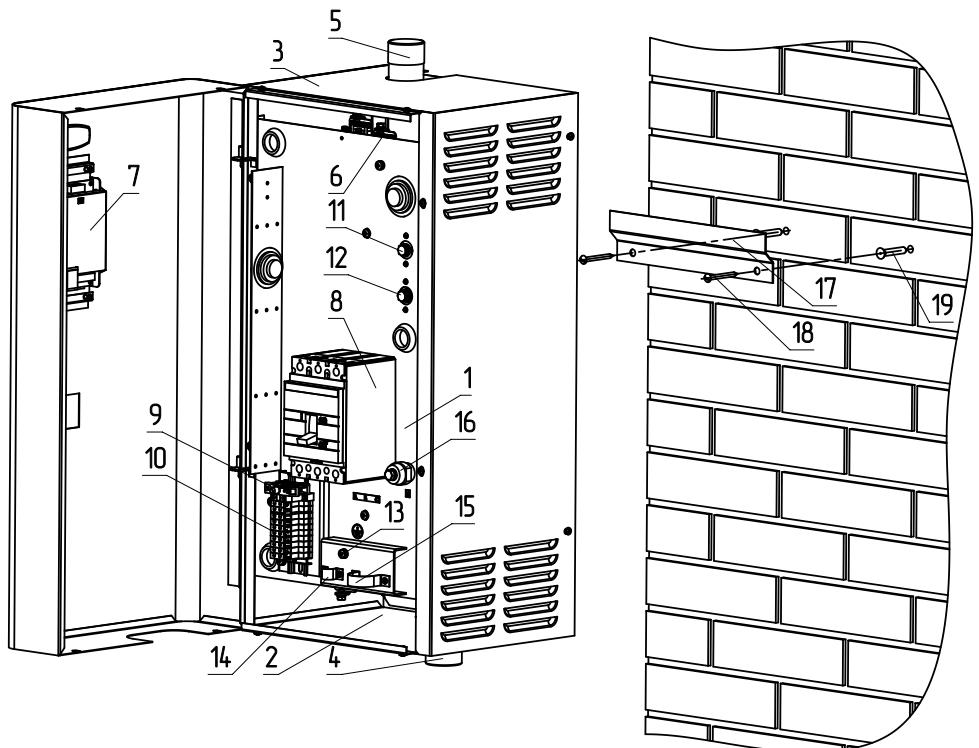

Рис.1 Конструкция электроводонагревателя и способ его крепления к стене
5.1. Электроводонагреватель (Рис.1) состоит из корпуса (1) сварной конструкции с фланцами, патрубком входа теплоносителя (4) и патрубком выхода теплоносителя (5), имеющих резьбу G1 1/2-В. В верхней части корпуса установлены три блока нагревательных элементов (6), датчик температуры воды, датчик перегрева и датчик уровня воды. В нижней части корпуса установлены три блока нагревательных элементов. Корпус установлен на основании (2). Защитный кожух (3) выполнен из стального листа и служит для защиты обслуживающего персонала от ожогов и поражения электрическим током. Кожух подвешен на основании при помощи механизма, который позволяет не снимая кожух с электроводонагревателя, открывать и закрывать его в направлении, указанном на Рис.1. При необходимости кожух можно легко снять с основания.
- Закрепить кронштейн крепления на вертикальной поверхности в необходимом месте с помощью шурупов, входящих в комплект поставки и установить на него электроводонагреватель как показано на Рис.1;
- Открыть кожух (3) как показано на Рис.1, предварительно выкрутив четыре винта крепления кожуха;
- Для установки модуля GSM/GPRS или LAN необходимо снять блок управления (7) с кожуха водонагревателя (3), снять крышку с блока управления и установить на ее место крышку с платой модуля GSM/GPRS или LAN, предварительно подключив кабель к разъему XS4 на плате блока управления. Далее необходимо установить SIM-карту со снятым запросом PIN-кода в модуль GSM/GPRS или подключить сетевой кабель к модулю LAN, установить на место блок управления и присоединить кабель антенны к разъему модуля GSM/GPRS. Кабель от антенны модуля GSM/GPRS или сетевой кабель модуля LAN, необходимо пропустить в кабельный ввод (18);
- Закрыть кожух (3) как показано на Рис.1 и закрутить винты крепления.
7.14. Циркуляционный насос может работать в двух режимах работы: постоянном, без отключения и периодическом, с отключением насоса. При постоянной работе циркуляционного насоса горит индикатор (13), Рис.2, «НАСОС ВКЛ». Насос подключается через предохранитель (13), Рис.1, и при срабатывании предохранителя (например при коротком замыкании цепи насоса), питающее напряжение на насос не подается, индикатор (13) Рис.2 гаснет, на цифровом индикаторе загорается надпись /Н-4/ и отключается нагрев.